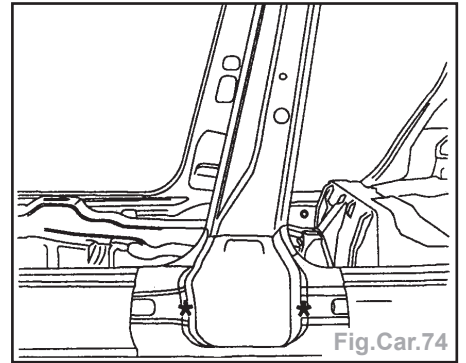

Fig.Car.74
• par fraisage des points (Fig.Car.74),